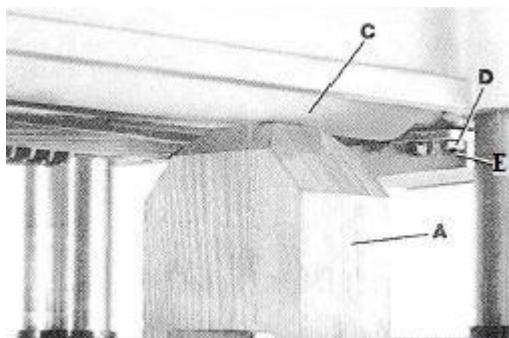

Рис. 31
4. Переместите измерительный блок (А), Рис. 31, без измерительного щупа, под один конец разгрузочного ролика (С). Нижняя часть разгрузочного ролика (С) должна просто касаться верхней части измерительного блока (А).
5. При необходимости регулировки высоты разгрузочного ролика ослабьте гайку (D), Рис. 31, и поворачивайте винт (E), пока разгрузочный ролик не будет отрегулирован должным образом.